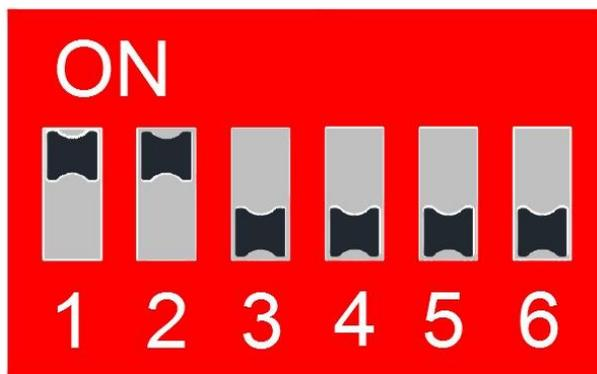

Рисунок 15 – Положение джамперов при подключении преобразователя к сети RS485/422
2. Переключить Джамперы JP1 и JP2 в состояние ON, другие джамперы (JP3-JP6) должны быть в состоянии OFF (см. рисунок 15). Для обеспечения повышенной помехоустойчивости преобразователя можно переключить джампер JP4 в